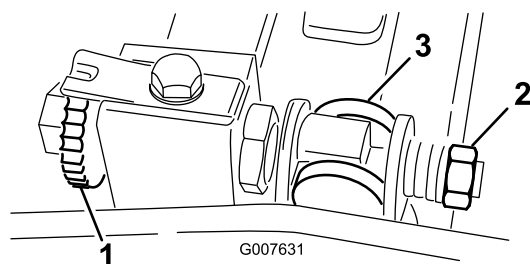

図 48
1. ベッド・バー調整ネジ (図 48) を左に回してベッドナイフとリールの接触をなくす。
2. スプリング・テンション・ナットをゆるめて、ワッシャがベッドバーを全く押さないようにする (図 48)。